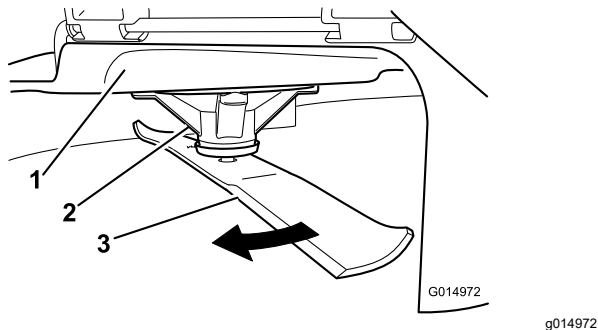

Figura 101
2. Usando luvas almofadadas ou outra proteção adequada para as mãos, rode lentamente lâmina para uma posição que lhe permita uma medição da distância entre a extremidade de corte e a superfície nivelada onde a máquina está (Figura 101).